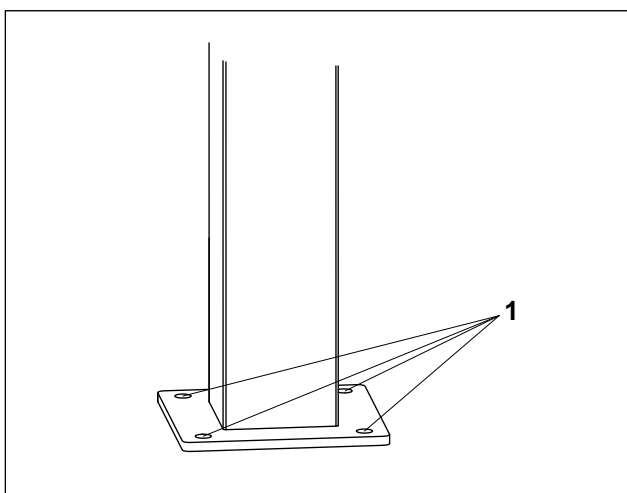

Fig. 4 Piastra di base della stele
2. Sulla fondazione segnare la posizione dei quattro fori mediante la piastra di base (fig. 4/1) della stele.